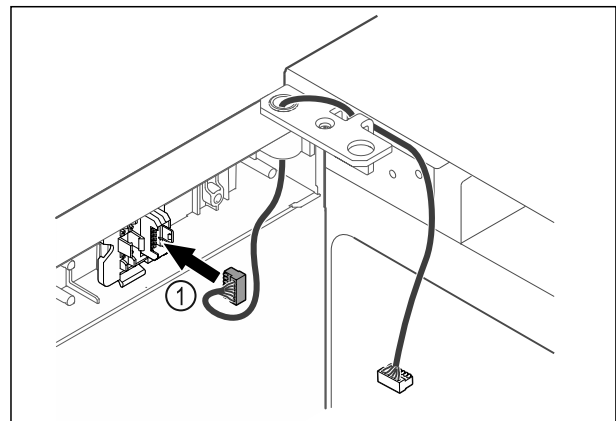

Fig. 44
- ▷ Sätt in kontakten Fig. 44 (1) i kontakthållaren.